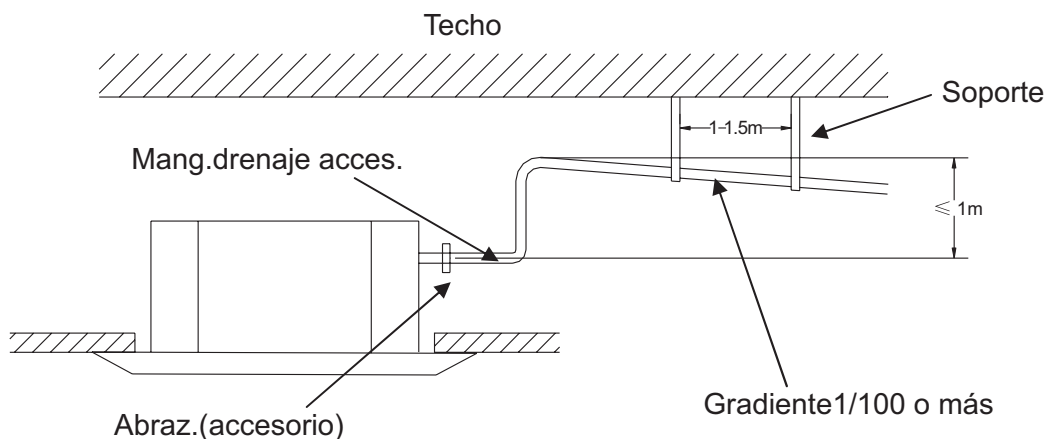

Fig.13
1. No levante el tubo de drenaje a una altura mayor de 1 m; de lo contrario habrá riesgo de pérdidas de agua (Fig. 13).
2. Asegúrese de que el tubo de drenaje tenga una inclinación hacia abajo no inferior a 1/100, y de que no haya estancamiento de agua (Fig. 13).
3. Para sostener el tubo de drenaje, espacé los soportes cada 1 a 1,5 mm (Fig. 13).